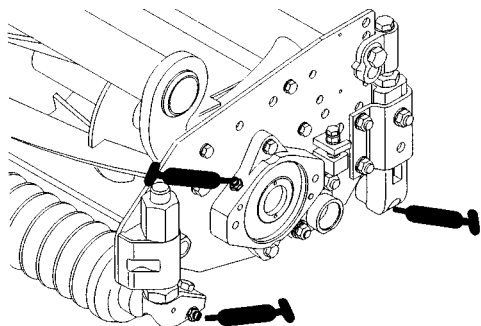

Fig. 15
Alle klippeenhetene har (6) smørepunkter for fett (fig. 15). Disse må regelmessig smøres med fett nr. 2, med litiumbase, til generelle formål.
Smørepunktene vist på fig. 15 er på hver side av klipperen.